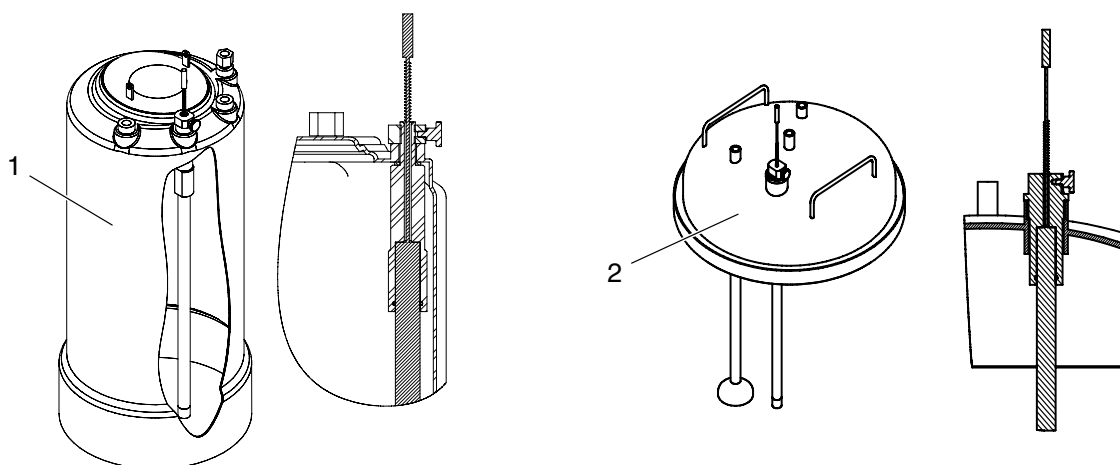

Fig. 7 Montage de la sonde
1. Monter la sonde dans le pot sous pression LA 120 ou sur le couvercle du pot sous pression LB 140 (voir Fig. 7).